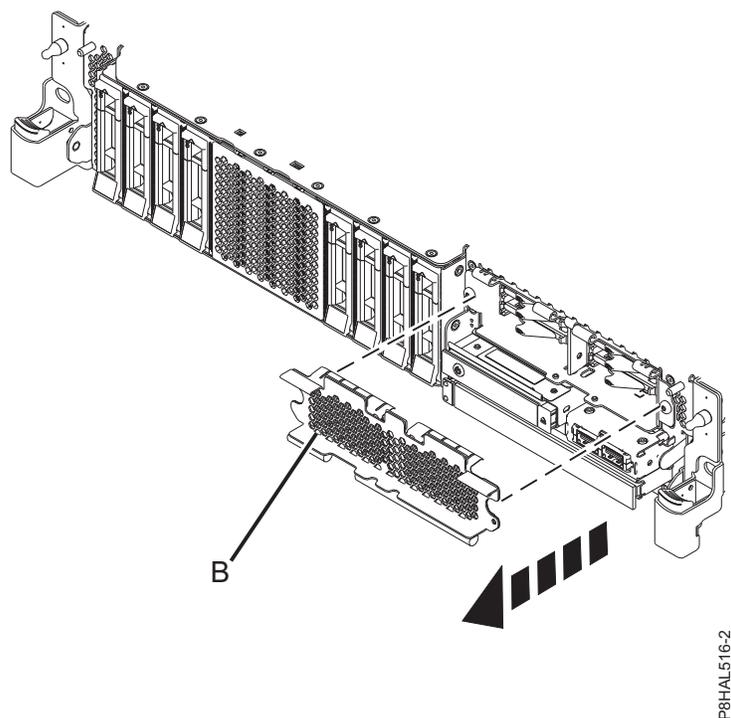

図 25. 拡張機能 システム内の SSD スロットにアクセスするための SSD ケージ・カバーの取り外し
15. SSDスロットにアクセスするために、図25に示すようにSSDケースを覆っている穴開きプレート(B)を取り外します。